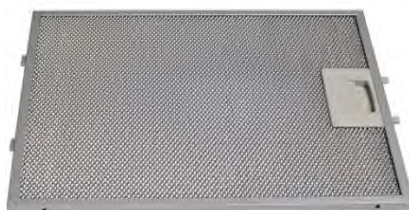

Рис. 2
2. Снимите алюминиевый жироулавливающий фильтр (рис. 2).
7. Установите жировулавливающий фильтр (рис. 2).